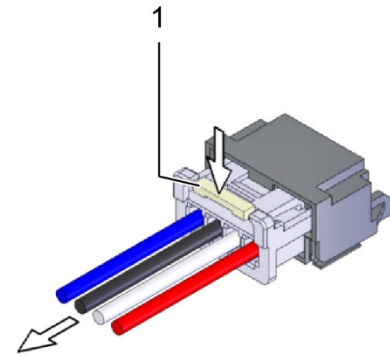

Abb. 28: Sicherheitssperre Steckverbinder
- Auf die Sperre (Abb. 28, Pos. 1) drücken und das Kabel vorsichtig herausziehen, um den Steckverbinder des Batteriemodems zu trennen.